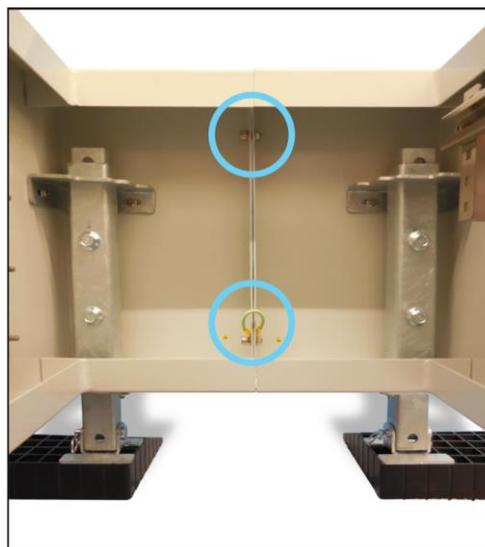

Bild 7: Verschraubungen
- Verschraubungen der Sockelhälften entfernen, dafür die 4 M8 Innensechskantschrauben mit Gegenmuttern und die Erdschlaufen mit dem 6mm Innensechskantschlüssel (Inbus) und dem Maul/ Ringschlüssel mit SW 13 entfernen (siehe Bild 7).